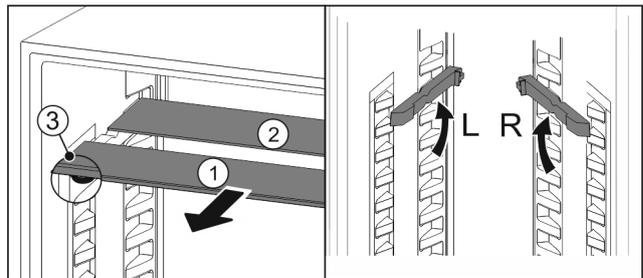

Fig. 35
- ▶ Sortir les tablettes par l'avant Fig. 35 (1).
- ▷ La tablette en verre Fig. 35 (1) avec bordure décorative est située à l'avant.
- ▷ Les butées Fig. 35 (3) sont orientées vers le bas.